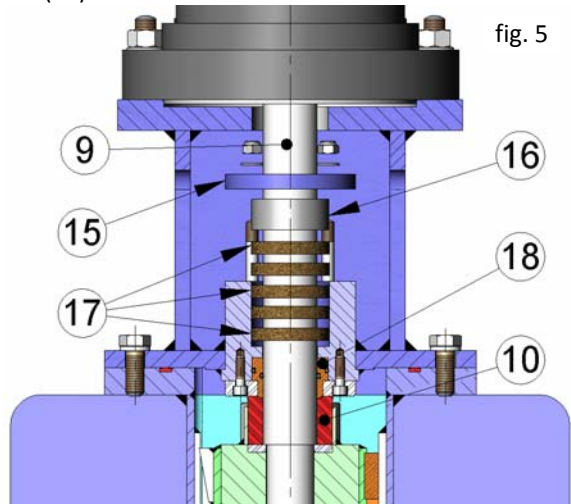

fig. 5
**Remarque :** Les chiffres entre parenthèses font référence à la figure 5 et à la liste des composants du tableau 3.